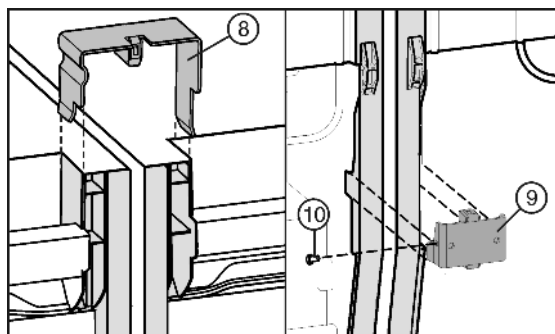

Fig. 7
- ▶ Instalați clama de îmbinare Fig. 7 (8) în partea superioară la pereții laterali din centru.
- ▶ Introduceți colțul de îmbinare Fig. 7 (9) în partea inferioară, în decupajul adecvat.
- ▶ Dacă poziția colțului de îmbinare este puțin instabilă, montați șurubul Fig. 7 (10).